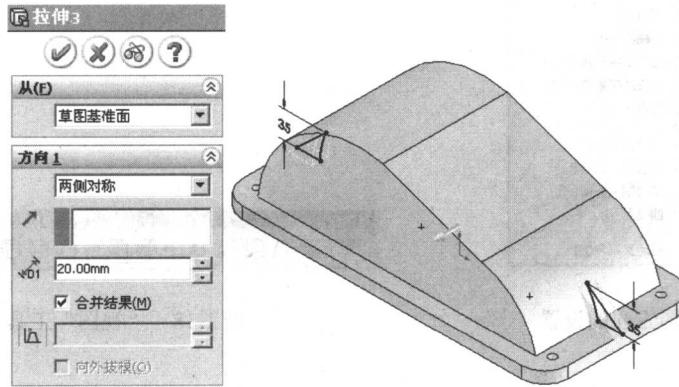

图 1-12 属性管理器的操作
(2) 属性管理器。建立每个特征时都会有一些具体的要素，这些要素就保存在属性管理器中，如图 1-12 所示。在属性管理器中选择“拉伸 1”即可对其属性进行察看或修改。